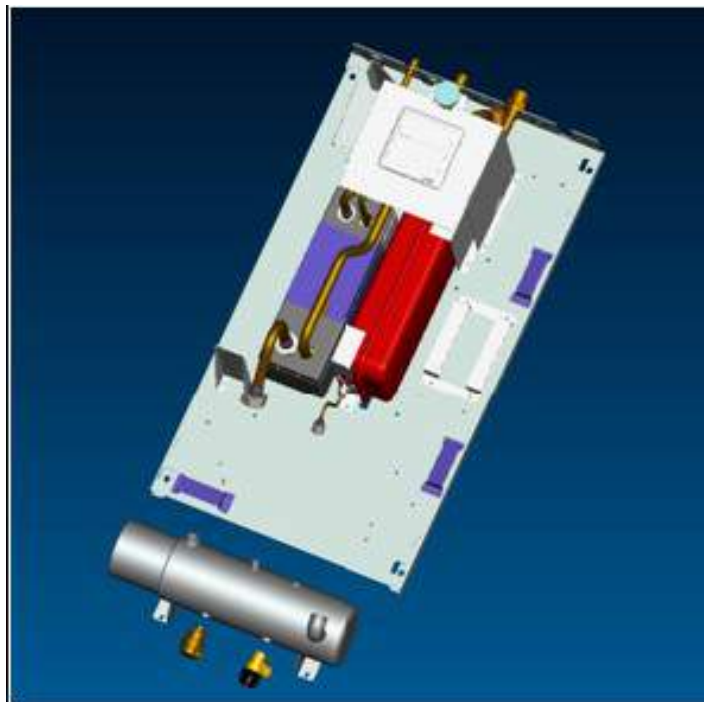

Рис.5
4) Электронагреватель, автоматический клапан сброса воздуха и спускной клапан (см.рис.5) (соединение для измерения давления капилляром будет удалено)